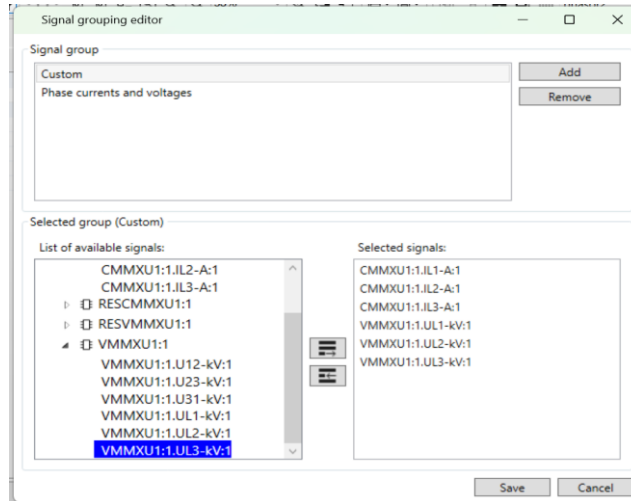

Imagen 179_ Asignación de mediciones de voltajes al grupo "Phase currents and voltages".
3.40 Ahora para los voltajes seleccionaremos “*VMMXU1:1.UL1-kV:1*”, “*VMMXU1:1.UL2-kV:1*” y “*VMMXU1:1.UL3-kV:1*” como se muestra en la **Imagen 179**.